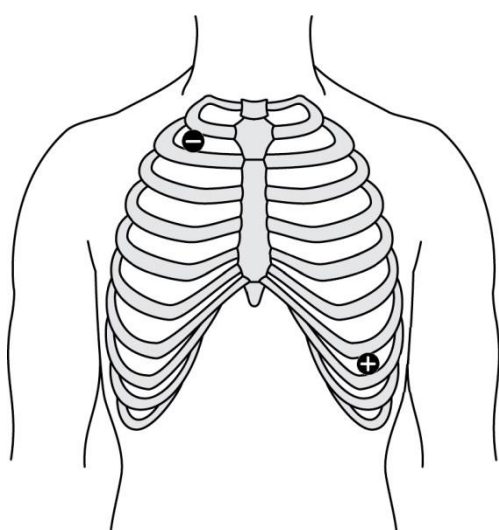

Рис. 30. Схема наложения ЭКГ-электродов для синхронной регистрации ЭКГ в ходе длительного ЭЭГ-видеомониторинга
- В случае необходимости регистрации ЭКГ-сигнала в ходе длительного ЭЭГ-видеомониторинга рекомендуется использовать одноразовые ЭКГ-электроды с коннектором «кнопка» и соответствующими кабелями отведений. Электроды располагают на туловище пациента, используя модифицированное II стандартное отведение (рис. 30). Предварительно кожу пациента в местах наложения электродов следует обезжирить с помощью спиртовой салфетки. Дополнительное нанесение токопроводящего геля при использовании одноразовых ЭКГ-электродов не требуется. После наложения подключите электроды с помощью кабелей отведений в соответствующий канал блока усилителя, введенный в монтаж обследования в качестве ЭКГ-канала: кабель электрода, расположенного в правой подключичной области, — в отрицательное гнездо, кабель электрода, расположенного в левом подреберье, — в положительное гнездо. В качестве заземляющего электрода используйте ранее наложенный ЭЭГ-электрод.